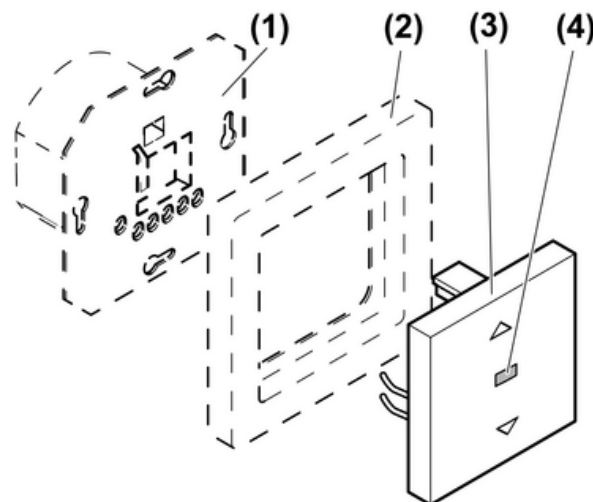

Bild 1: Geräteaufbau
- Aufsatz (3) mit Rahmen (2) auf Jalousie-Einsatz (1) aufstecken (Bild 1).